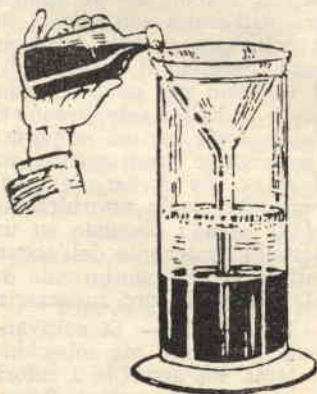

Fig. 3.
3) Collocate un imbuto a lungo collo nel recipiente in modo che scenda fino al fondo. Si versano allora nell'imbuto, adagio, uno dopo l'altro i liquidi di diversa densità cominciando dal più leggero. (fig. 3).